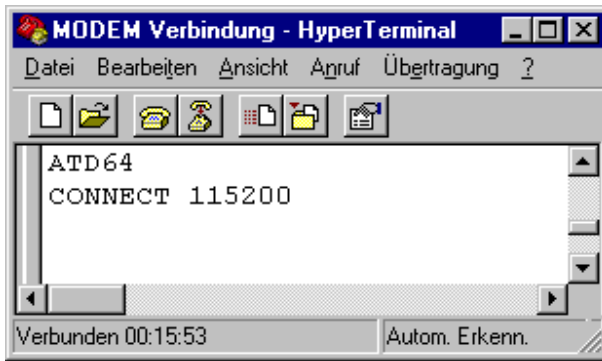

Bild 12: HyperTerminal: Verbindung aufbauen
- Im nächsten Schritt soll das Modem am grabbMODUL-4 angewählt und die Verbindung aufgebaut werden. Das Anwählen erfolgt durch „ATDxxx<ENTER>“ (**xx steht dabei für die MODUL-Modem Rufnummer!**). Das grabbMODUL-4 auf der Gegenstelle nimmt den Ruf beim ersten „RING“ an und nachdem die Modems untereinander die Verbindung aufgenommen haben sendet Ihnen das PC-Modem eine Antwort, die bei erfolgreicher Verbindung immer mit „CONNECT ...“ beginnt (siehe Bild 12).